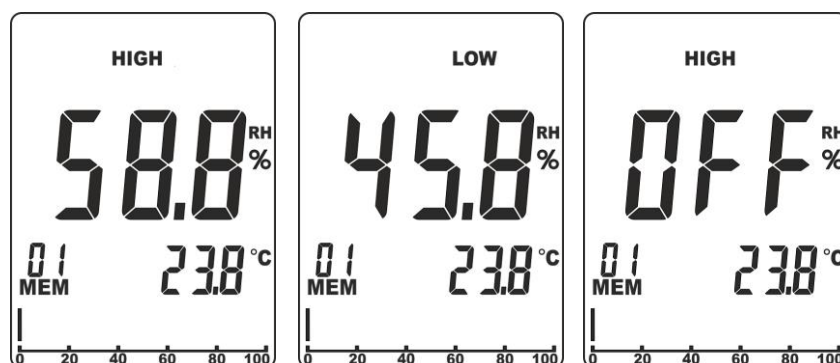

Fig. 5: Configuração do patamar de alarme na medição %RH
1. Premir simultaneamente durante alguns segundos os botões **RH%** e **MODE/ZERO**. O símbolo “HIGH” aparece na parte superior do display (ver Fig. 5 – parte esquerda)
2. Usar os botões seta ◀ ou ▶ para configurar o valor do patamar Máximo no intervalo: **0.1% ÷ 99.9%**. Nestas condições, o instrumento emitirá um som **intermitente** por valor medido da humidade superior ao patamar configurado. Selecionar a opção “**OFF**” para desativar o alarme (ver Fig. 5 – parte direita).
3. Premir o botão **MEM/ALM** para confirmar e passar para a configuração do patamar Mínimo. O símbolo “**LOW**” é apresentado na parte superior do display (ver Fig. 5 – parte central).